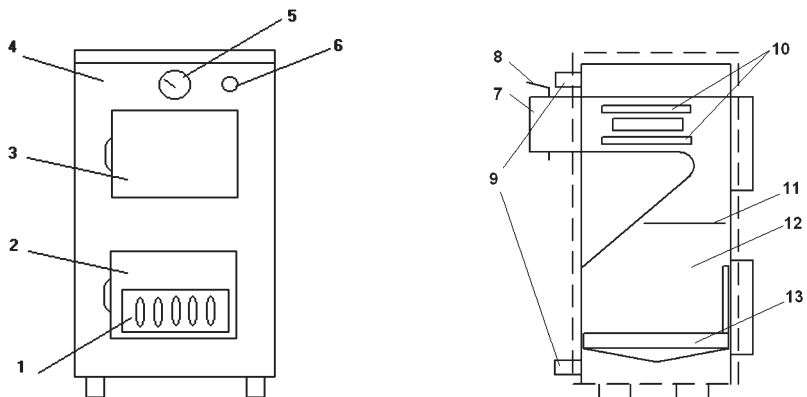

Рис. 1
Котел (Рис. 1) представляет собой сварную конструкцию, образующую по всему периметру водяную рубашку, окаймляющую топочную камеру 12. На передней стенке котла расположены две дверки:
1. Снять нижнюю дверку 2 и вынуть колосники 13 (рис.1).